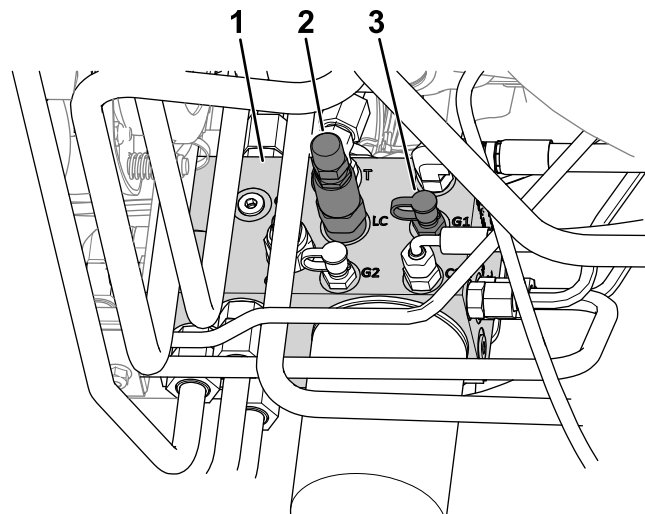

Figura 20
- Collegate un manometro alla porta diagnostica (con l'etichetta G1; fate riferimento a Figura 20).
- Cursore di trasferimento del peso (LC)
- Sul lato del collettore di sollevamento, rimuovete il cappuccio dalla porta diagnostica (con l'etichetta G1; fate riferimento a Figura 20).
- Allentate il controdado all'estremità del cursore di trasferimento peso (con l'etichetta LC; fate riferimento a Figura 20)